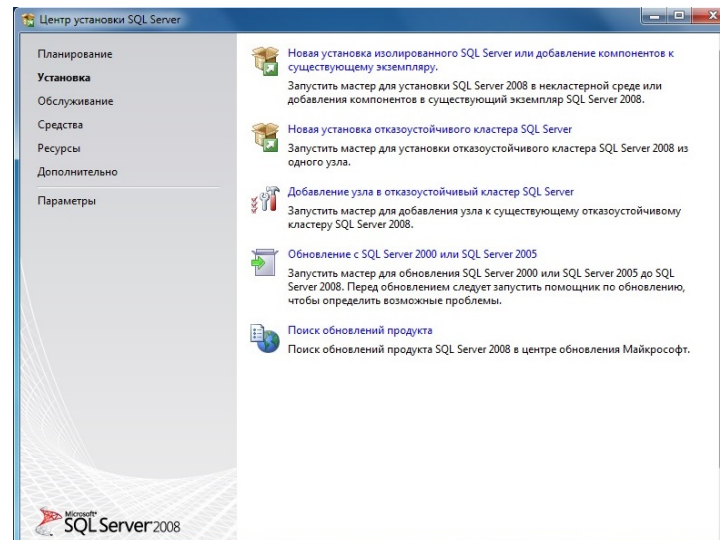

рис. 26
2.4 Нажать на раздел «Установка» и затем пункт «Новая установка изолированного SQL Server или добавление компонентов к существующему экземпляру» (рис. 26):